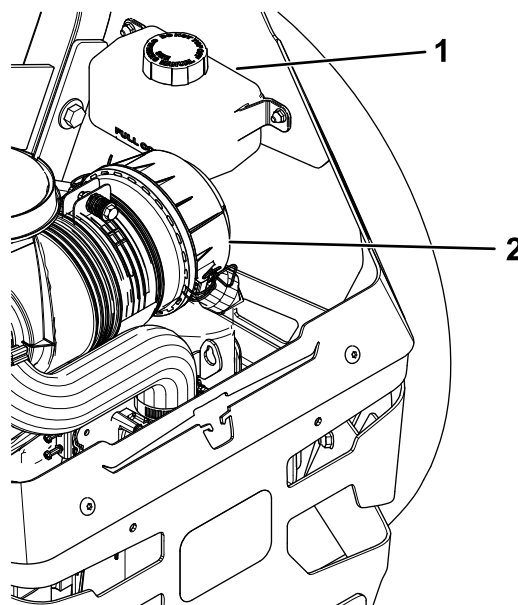

Figura 67
2. Controllate il serbatoio di espansione e all'occorrenza aggiungete fluido idraulico Toro® HYPR-OIL™ 500 sino alla riga FULL COLD. (Figura 67).